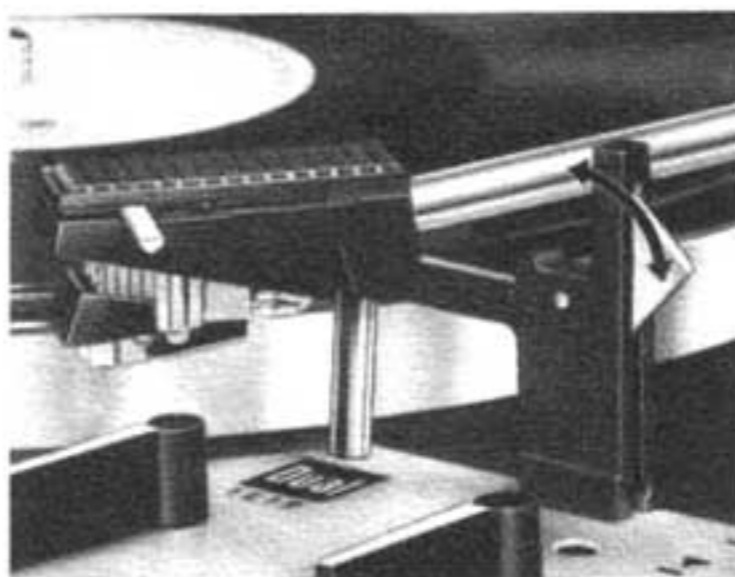

Fig. 7
Dann wählen Sie die erforderliche Plattenteller-Drehzahl ①, stellen die Drehtaste ⑰ auf den Schallplatten-Durchmesser (17, 25 oder 30 cm, bzw. 7, 10 oder 12“) ein und entriegeln den Tonarm (Fig. 7).
**Bemerkung:** Nach dem Spielen der Schallplatte oder der letzten Platte eines Stapels kehrt der Tonarm automatisch auf seine Stütze zurück. Das Gerät schaltet sich aus. Es empfiehlt sich, nach Beendigung des Spieles den Tonarm zu verriegeln (Fig. 7).